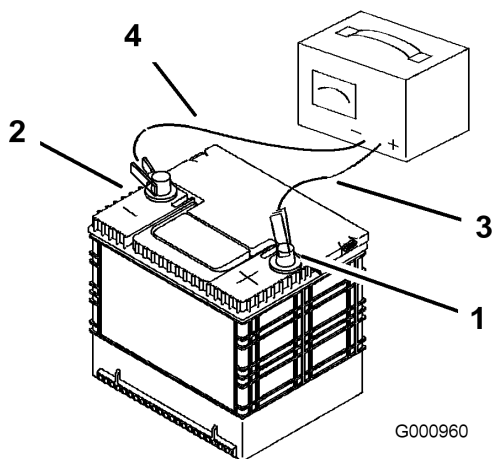

Figura 44
2. Cuando la batería esté completamente cargada, desconecte el cargador de la toma de electricidad, luego desconecte los cables del cargador de los bornes de la batería (Figura 44).